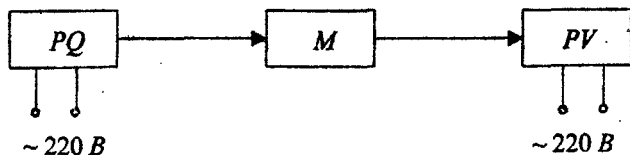

Рис. 3
Принципиальная схема установки изображена на рис. 3.
- 4.1. Собрать схему согласно рис. 3.